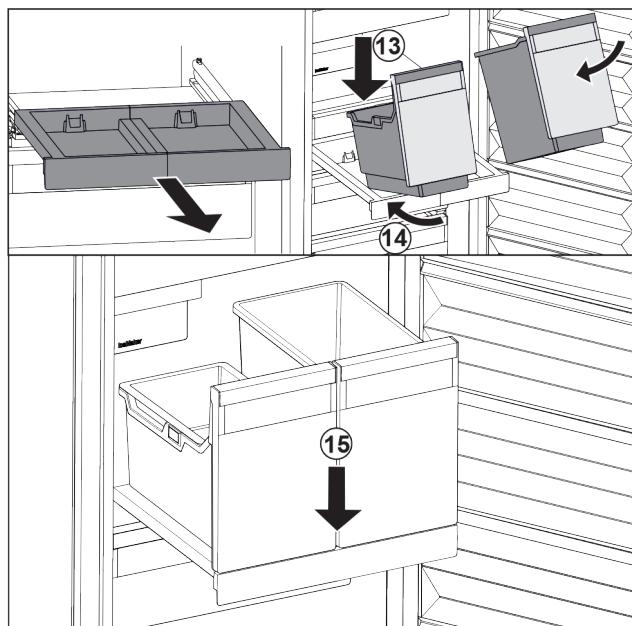

Fig. 106
- Nasadte nádobu šikmo na vyťahovaciu poličku. Fig. 106 (13)
- Zasuňte nádobu šikmo dozadu. Fig. 106 (14)
- Zložte nádobu vpred. Fig. 106 (15)